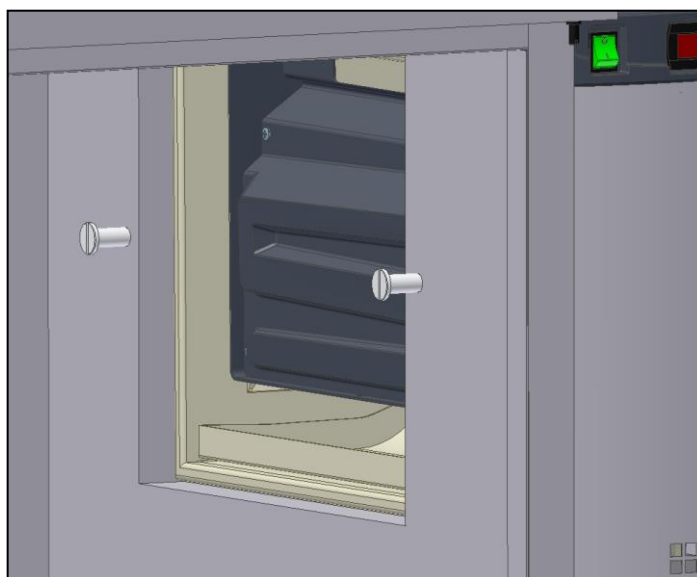

Fig. 14
- Serrer le V6 avec 2 bagues, par l'intérieur du panneau latéral droit (Fig. 14) ;